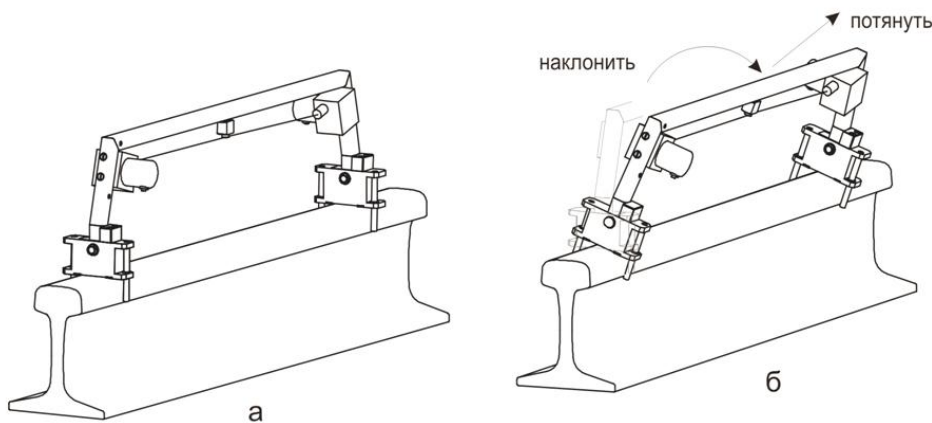

Рис.8
5.5 Устройство удерживается на рельсе вертикально с помощью магнито-механического крепления («а», Рисунок 8). Чтобы снять устройство с рельса, измените положение магнитных держателей: наклоните устройство; затем потяните за перекладину («б»),